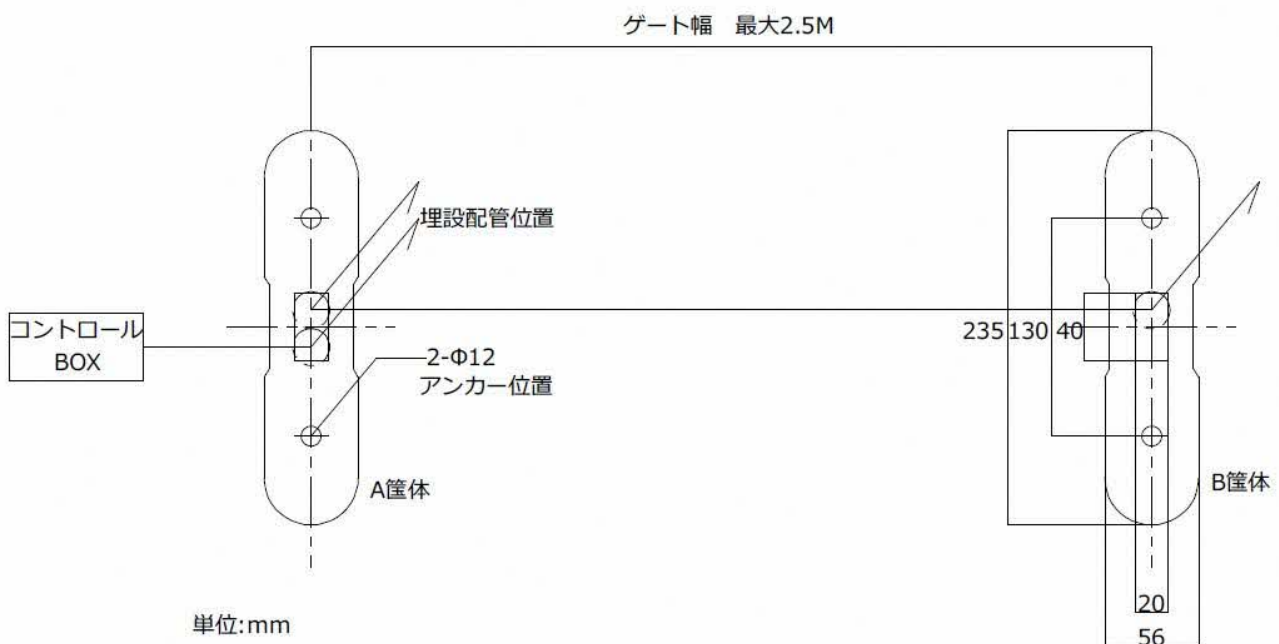

図 7.1 土台部取付寸法
- ・ 埋設配管、アンカー位置については下図 7.1 を参照ください。